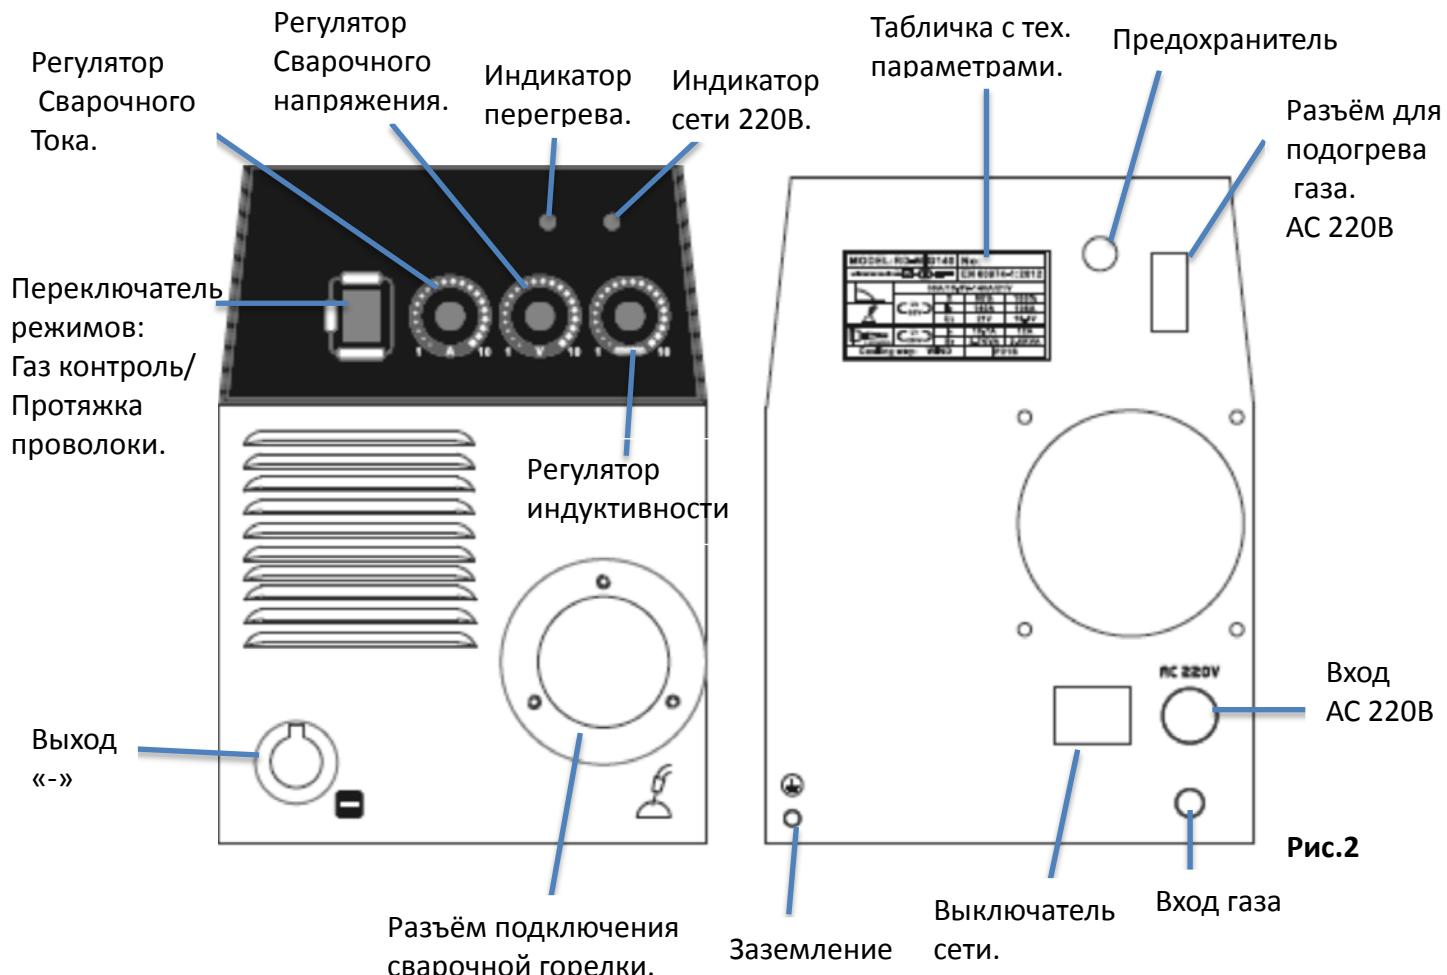

Рис.2
- Сварочная горелка подключается к разъёму сварочного полуавтомата (Рис. 2).
На лицевой панели управления находятся индикаторные лампы, контроллер сварочного тока и напряжения, индуктивности, разъём сварочной горелки, выход «-», переключатель режимов Газ контроль/Протяжка проволоки (Рис. 2).